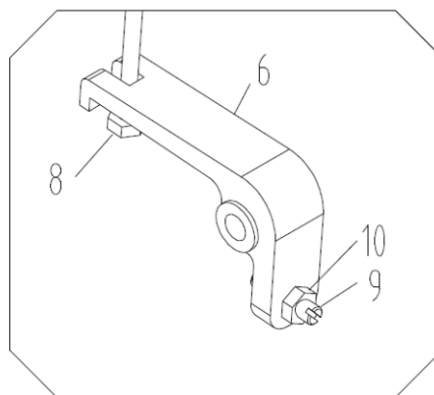

Bild 4
- **Justering av nedsänkingsventil:** Skruven 9 används för justering av gaffelns läge. Om gaffeln sänks omedelbart efter lyftet ska skruven 9 vridas något moturs. Upprepa detta tills gaffeln kan lyftas normalt. Om gaffeln inte kan sänkas omedelbart efter lyftet ska skruven 9 vridas något medurs. Upprepa detta tills gaffeln kan lyftas normalt. Den yttre sexkantmuttern 10 på skruv 9 låser skruven. Du måste därför lossa den yttre sexkantmuttern 10 före justering. Dra fast den efter avslutad justering. (Bild 4)